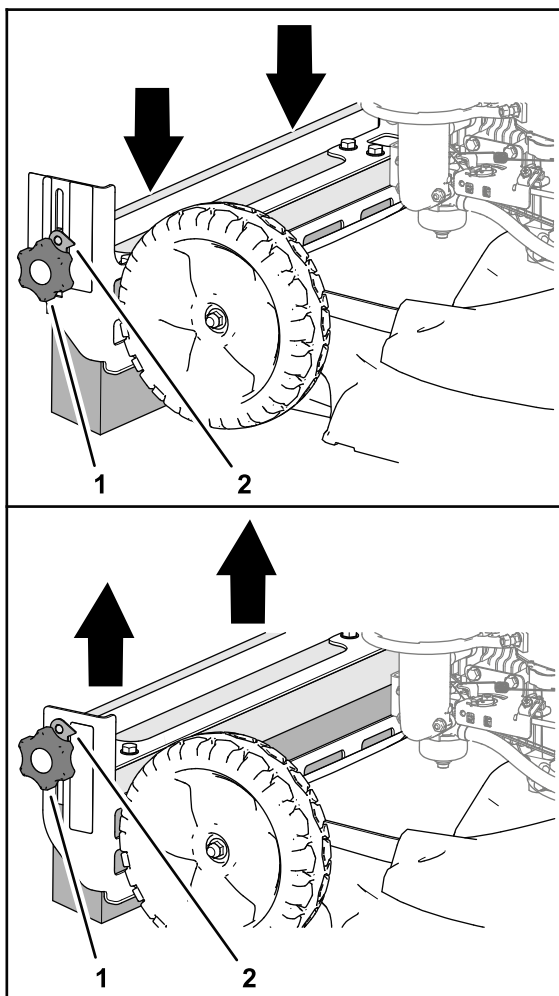

Figura 19
1. Allentate le manopole che si trovano sui lati del supporto spazzola (Figura 19).
2. Utilizzate la manopola della staffa di regolazione della spazzola per sollevare o abbassare la spazzola per grooming (Figura 19).
3. Serrate le manopole (Figura 19).